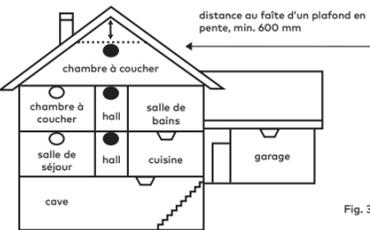

Fig. 3
Emplacements recommandés pour les détecteurs de fumée dans les maisons individuelles à plusieurs étages (Fig 3.)
10. à moins de 600 mm du faite d'un plafond en pente, par exemple dans un grenier. L'air stagnant empêche la fumée de pénétrer dans le détecteur (voir Fig. 3)